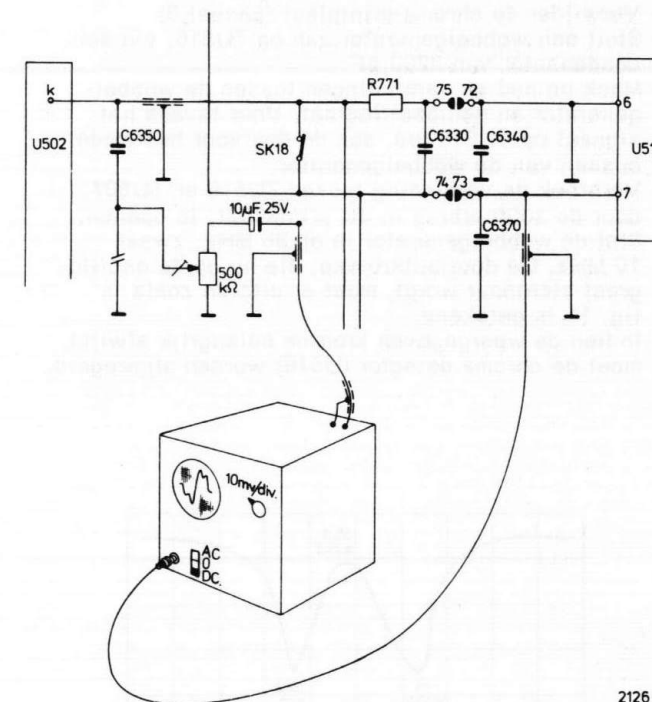

Fig. 8
- Maak de meetopstelling zoals in fig. 8 getekend.
- Verbind de looper van de potentiometer van 500 kΩ (zie fig. 8) met de losgesoldeerde aansluiting van C6350.